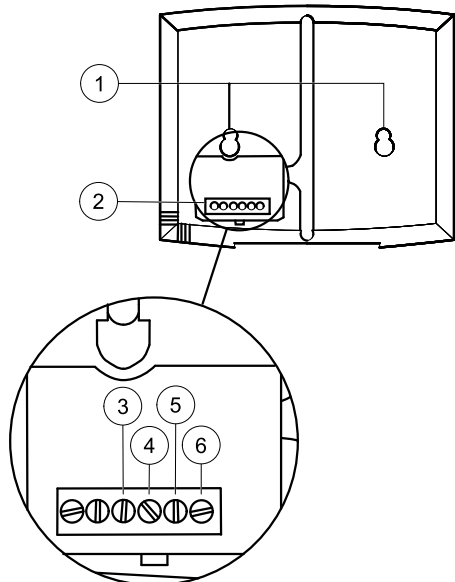

Рис. 16 Электрические соединения пульта управления
Панель управления поставляется присоединенной к контроллеру Corrigo, расположенному в соединительной коробке. Длина кабеля — 10 м. Чтобы отсоединить пульт управления от сигнального кабеля, можно отсоединить провода на его задней части (рисунок 16).
- 2 При необходимости просверлите в стене два отверстия для крепления пульта управления (межцентровое расстояние – 60 мм) (поз.1, рисунок 16).